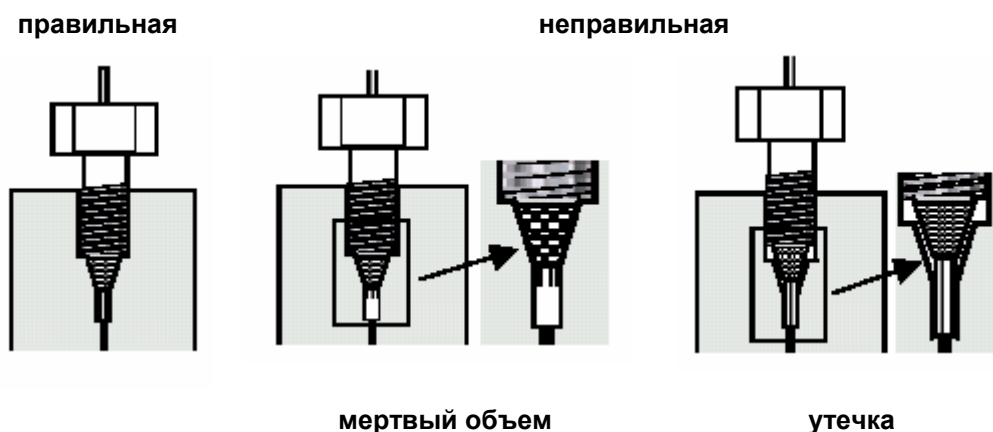

Рис.2 Посадка капиллярных подсоединений
4. Затяните прижимной винт вручную, прижимая капилляр в направлении порта (см. рис.2).